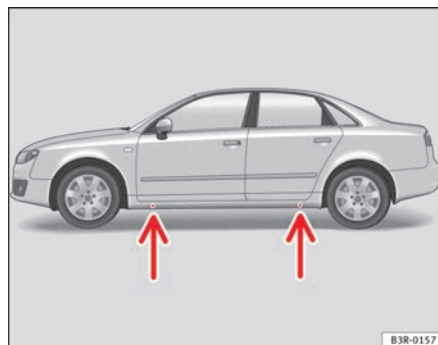

Fig. 179 Cambio de rueda: Puntos de apoyo del gato
- Busque en el larguero inferior el **punto de alojamiento** más cercano a la rueda pinchada ⇒ fig. 179 -flechas-.
En el larguero inferior van marcados los lugares en los que se puede apoyar el gato ⇒ fig. 179 -flechas-. Se ha previsto *un* lugar para cada rueda. El gato no debe colocarse en otros lugares.